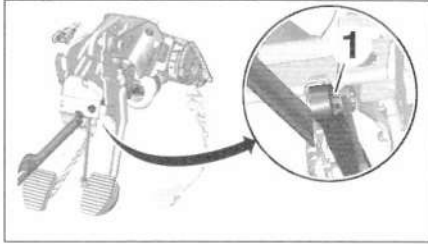

FIG.7
- Pincer les ergots de l'agrafe de verrouillage (1) à l'aide d'une clé à oeil de 10 (Fig.7).